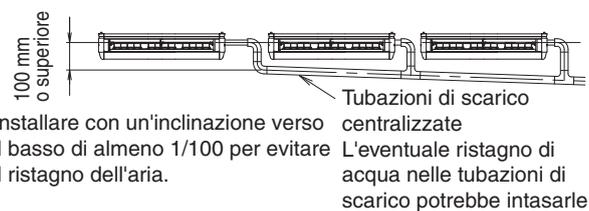

Fig. 28
- Per evitare di dover applicare una forza eccessiva al tubo flessibile di scarico (1) fornito, evitare di curvarlo o di torcerlo. (Ciò potrebbe causare perdite di acqua.)
- Durante l'esecuzione della posa in opera delle tubazioni di scarico centralizzate, seguire le istruzioni illustrate in Fig. 28. Il diametro delle tubazioni di scarico centralizzate deve corrispondere alla capacità di collegamento dell'unità interna. (Fare riferimento alla guida tecnica.)